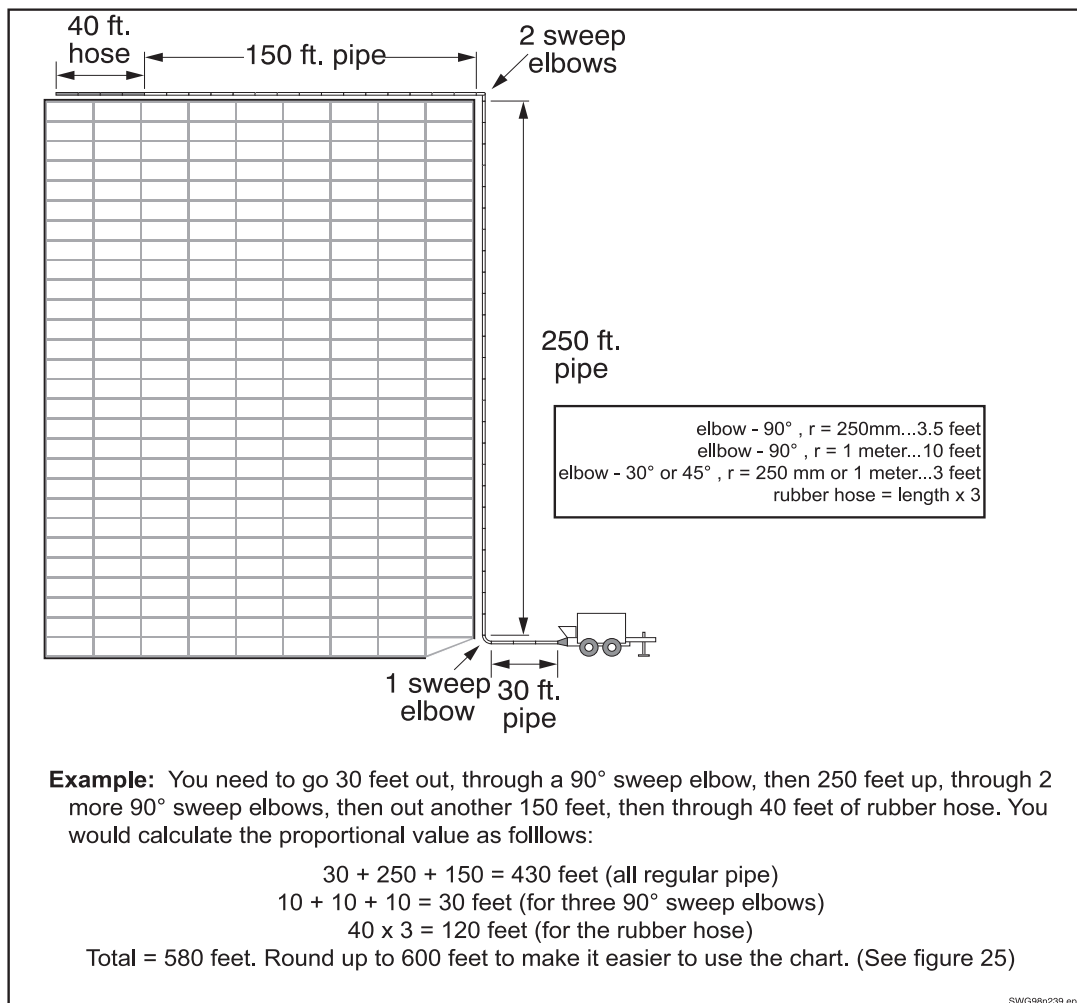

Figura 84
- se debe calcular todas las distancias de la misma manera ya sean horizontales o verticales. La mayor presión requerida para empujar concreto verticalmente se justifica añadiendo presión, no distancia. Abajo se muestra nuestra tubería modelo (Figura 84).